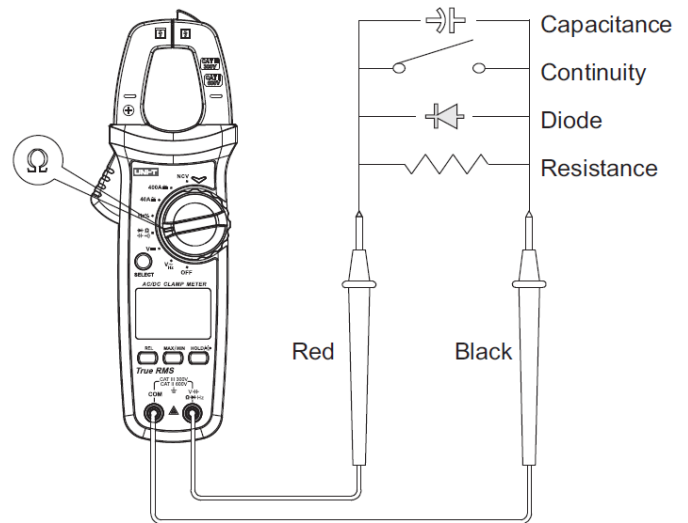

Рисунок 4
9.3 Измерение проводимости, сопротивления, диодов, емкости (Рис.4)
9.4 Измерение температуры (только UT204+) (Рис.4)